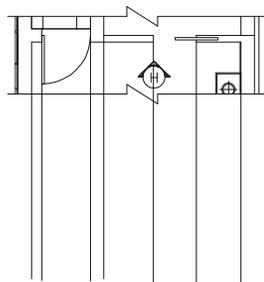

图 8-1-81
**STEP 01** 使用 TRIM 整理出局部的平面图，并使用绘制直线命令 LINE 绘制出立面图的边线如图 8-1-81 所示。